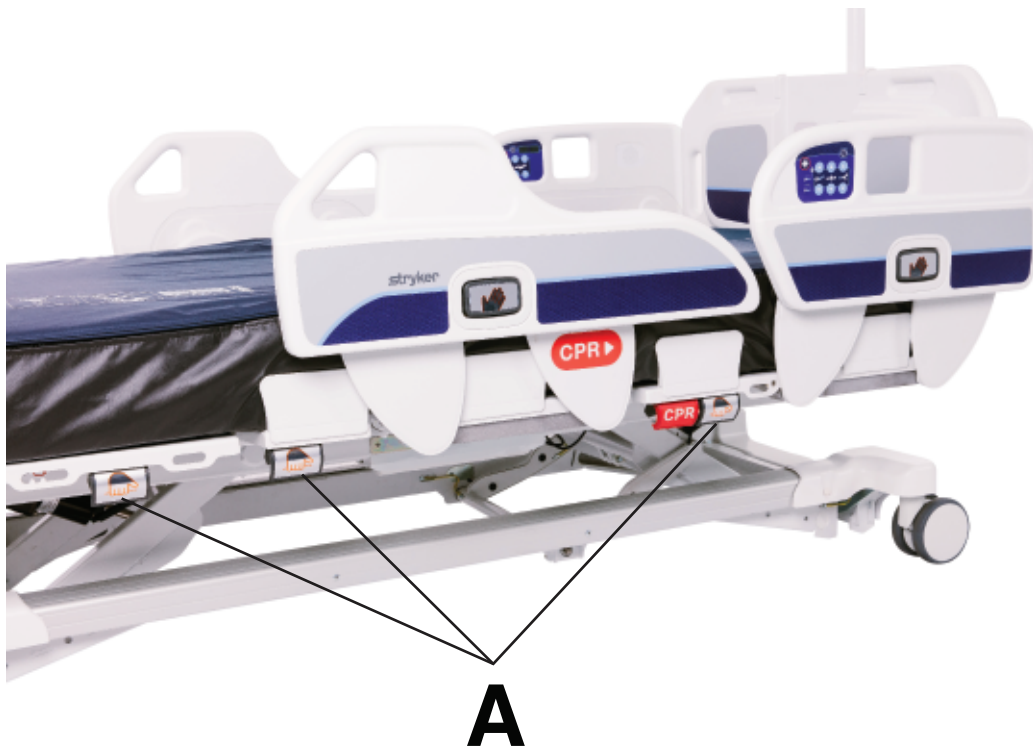

Figure 11 – Emplacements des poignées de la plate-forme
1. Situer les poignées (A) du relèvement-buste, du relèvement-jambes et de la section pieds de la plate-forme (Figure 11).
3. Situer les poignées (A) du relève-buste, du relève-jambes et de la section pieds de la plate-forme (Figure 11).